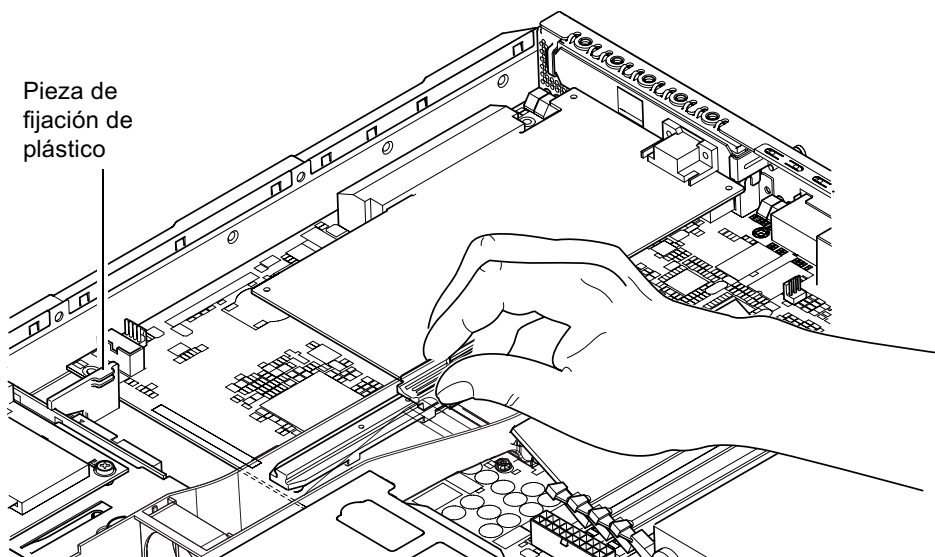

FIGURA 4-8 Uso del alojamiento de la tarjeta PCI, del riel de soporte y de la pieza de fijación de plástico
6. Coloque el alojamiento de la tarjeta PCI en la parte posterior de la tarjeta PCI para evitar que la placa se doble demasiado (consulte la FIGURA 4-8).
Si está instalando una tarjeta PCI de longitud completa, introduzca la parte posterior de la tarjeta en la ranura de la pieza de fijación de plástico que se muestra en la FIGURA 4-8. De esta forma se proporciona más sujeción.
3. **Mueva el alojamiento de la tarjeta PCI por el carril de soporte hasta que deje de tocar la tarjeta PCI (consulte la FIGURA 4-8).**